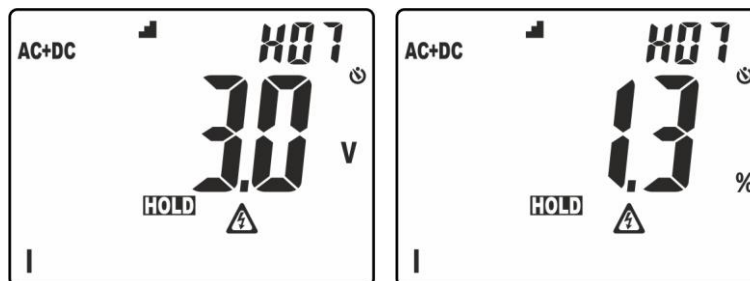

Fig. 4: Visualizzazione ordinamento ampiezze analisi armonica
- Pressione prolungata del tasto (almeno 2s) per attivare la funzione **H₂O** (**H**igher **H**armonic **O**rdining) di ordinamento dell'ampiezza delle armoniche. In tali condizioni, la funzione "HOLD" è automaticamente attivata, il simbolo " $\frac{1}{2}$ " è presente a display, la barra grafica è disabilitata e lo strumento mostra il valore delle ampiezza di tutte le armoniche comprese tra l'ordine 2 e il 25, in **ordine decrescente** a partire dall'armonica di ampiezza maggiore come mostrato in Fig. 4
Nell'esempio di Fig. 4 l'armonica di ampiezza maggiore corrisponde all'ordine 7. Premere il tasto $\blacktriangle$ per osservare le ampiezze delle restanti armoniche e premere nuovamente il tasto **H/H%/H $\frac{1}{2}$** per passare dalla visualizzazione in valori assoluti o percentuali. Ruotare il selettore per uscire dalla funzione